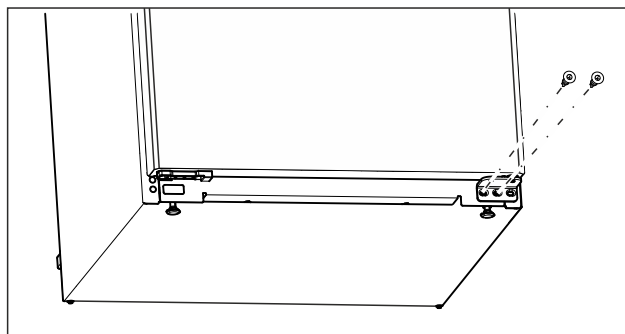

Fig. 14
- ▶ Svitare la vite centrale sul blocco inferiore di supporto con un cacciavite Torx 20. (vedere Fig. 14)
- ▶ Svitare la vite interna sul blocco inferiore di supporto con un cacciavite Torx 20. (vedere Fig. 14)